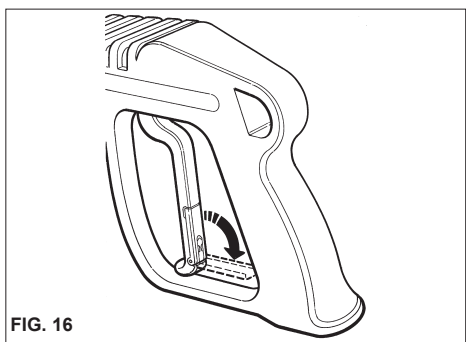

FIG. 16
- Quando a hidrolimpadora não está sendo utilizada, deve-se fechar o dispositivo de segurança do punho. (fig. 16).